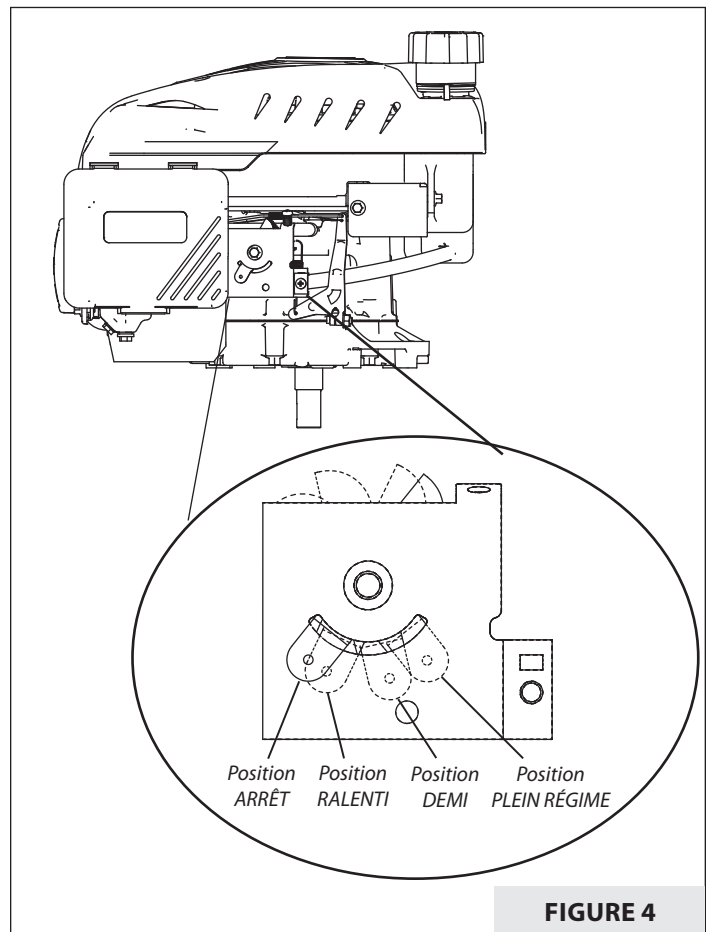

FIGURE 4
5. Déplacer la commande des gaz entre les positions « DEMI » et « PLEIN » régime. *(Cela n'est pas nécessaire sur les modèles à commande des gaz fixe en position de plein régime.) VOIR FIGURE 4.*
7. Une fois que le moteur se met en marche, mettre le levier de commande des gaz en position « RALENTI » (**VOIR FIGURE 4**). Laisser le moteur fonctionner pendant 30 à 45 secondes en position « RALENTI » jusqu'à ce qu'il ait chauffé. Ramener ensuite la commande des gaz au régime d'exploitation. *(Cela n'est pas nécessaire sur les modèles à commande des gaz fixe en position de plein régime.)*
2. Mettre la commande des gaz en position « ARRÊT ». Sur les modèles à commande des gaz fixe, mettre le commutateur ON/OFF (marche/arrêt) en position « OFF ». **VOIR FIGURE 4.**